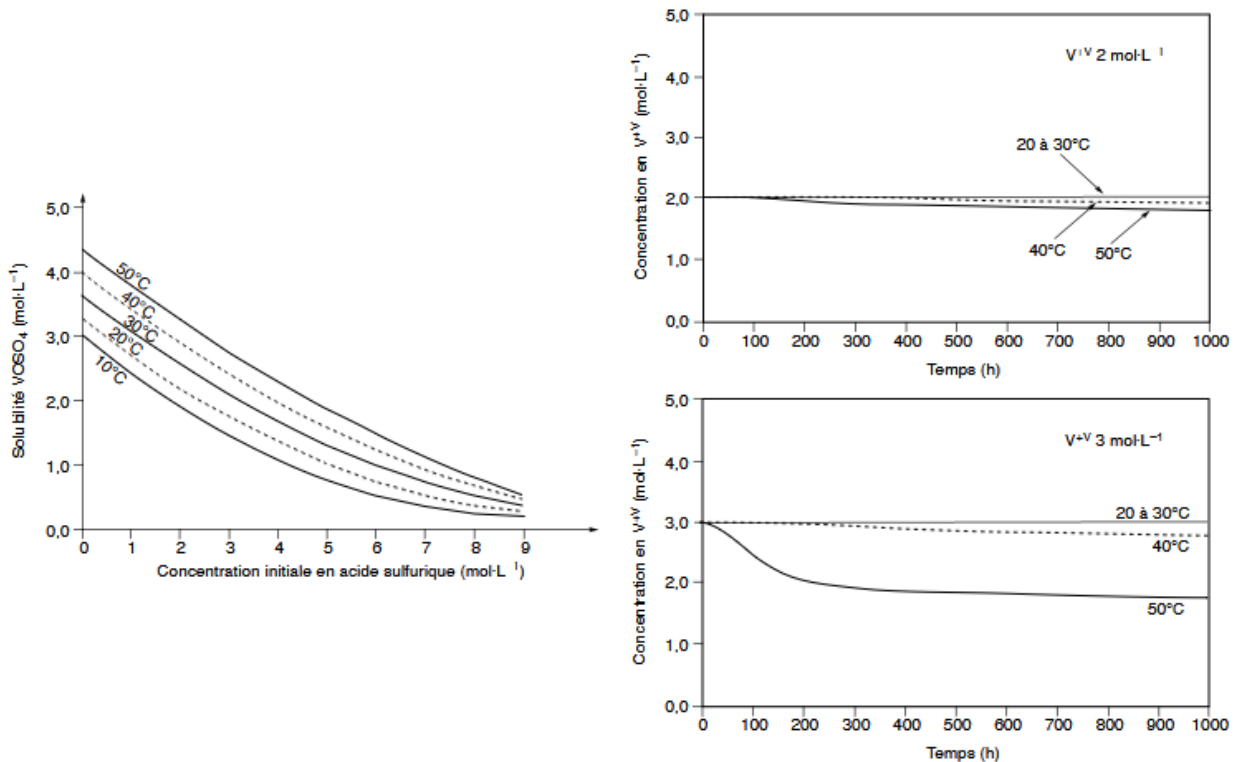

Figure 3. Étude des solubilités d'espèces de vanadium +IV (à gauche) et +V (à droite) en milieu aqueux sulfurique.
À volume de réservoir constant, un des moyens de stocker plus d'énergie est d'augmenter la concentration en vanadium dissous. La plupart des systèmes commerciaux fonctionnent avec une solution aqueuse concentrée d'acide sulfurique, dans laquelle les espèces $VO_2SO_4^+$ (aq) et $VO_2SO_4^-$ peuvent être identifiées. Des études ont été menées afin de déterminer la solubilité des espèces de vanadium +IV et +V en solution sulfurique (Figure 3).
- 12- Commenter l'influence des différents paramètres (Figure 3) et identifier des conditions optimales pour le fonctionnement d'une RFB à base de vanadium (des éléments issus de questions antérieures pourront également être évoqués).